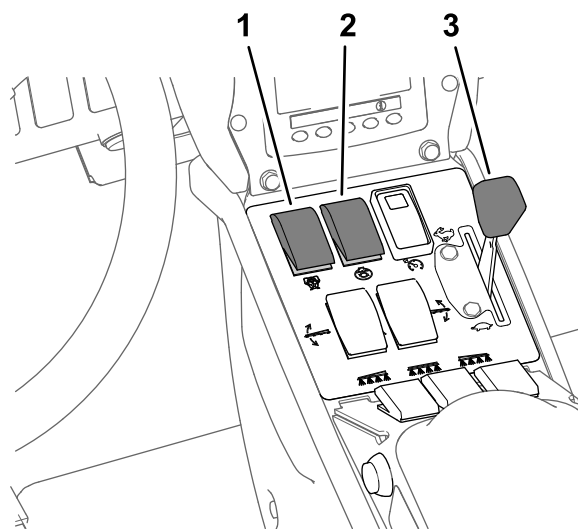

Рисунок 37
8. Установите переключатель перемешивания и выключатель насоса для опрыскивания в положения Вкл. (Рисунок 37).
9. Установите регулятор дроссельной заслонки в положение БЫСТРО (Рисунок 37).
Примечание: При выполнении этой процедуры предполагается, что насос для опрыскивания включен; см. Рисунок 37 в разделе Опрыскивание в режиме заданной нормы внесения (страница 40).
4. Установите рычаг дроссельной заслонки в требуемое положение частоты вращения двигателя для опрыскивания; см. Рисунок 37 в разделе Опрыскивание в режиме заданной нормы внесения (страница 40).